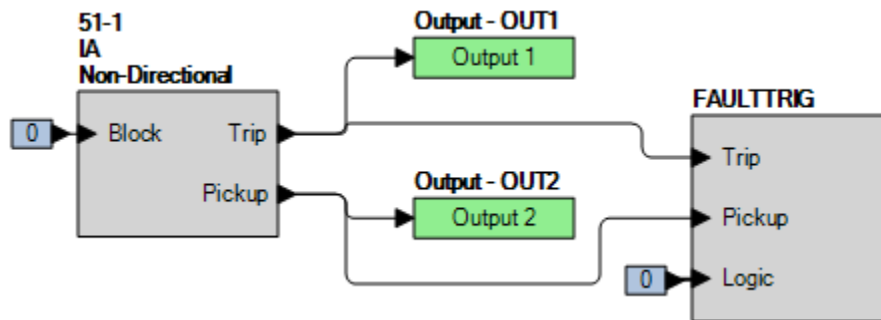

Figure 74-1. Paramètres BESTlogicPlus (mode Phase)
Étape 2 : Utilisez BESTCOMSPlus pour configurer la Logique programmable BESTlogicPlus illustrée dans la Figure 74-1.
Étape 4 : Préparez la surveillance de l'exécution de la fonction 51-1. Cette exécution peut être vérifiée en surveillant la sortie OUT2 (voir Figure 74-1).